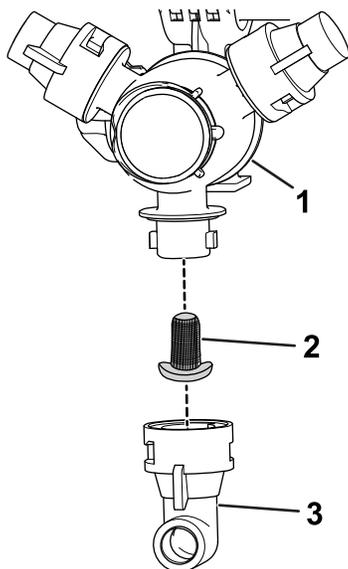

図 62
2. タレットからノズルを外す 図 62。
4. 新しいノズルフィルタを取り付ける 図 62。
5. タレットにノズルを取り付ける 図 62。
3. 古いノズルフィルタ 図 62 を外す。